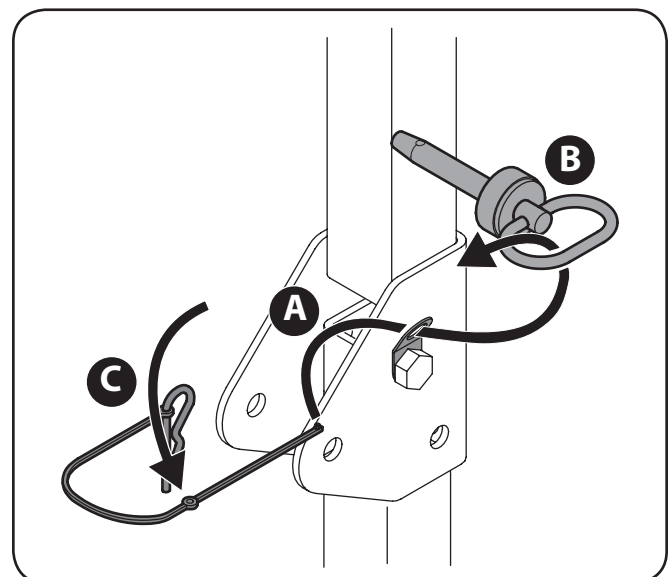

Figure 3-5
7. Installez le cordon en nylon comme indiqué à la Figure 3-5. Fixez solidement le cordon en nylon à la goupille de retenue et à l'axe de chape.